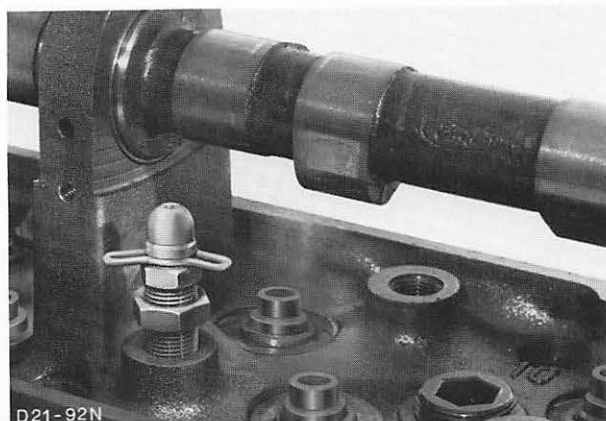

Abb. 228 Kugelbolzen mit Kontermutter und Halteklammer einschrauben
13. Kugelbolzen komplett mit Kontermutter einschrauben, Abb. 228. Ventilführungen und Ventile mit Hypoidöl SAE 80/90 einölen. Ventile einsetzen und Ventil-Keilnuten mit Klebefolie abkleben.